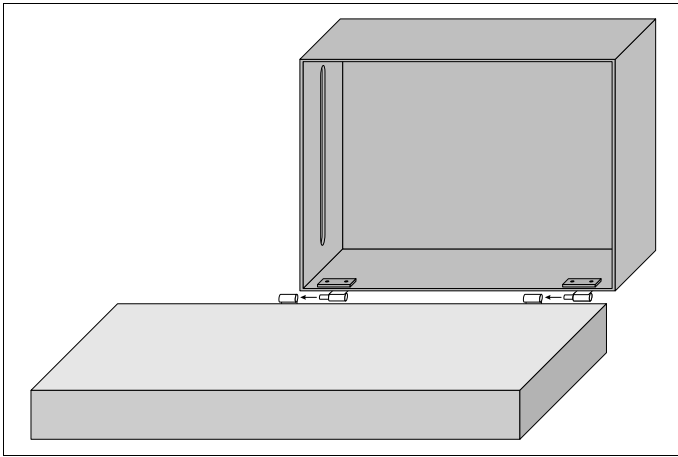

Fig. 13
Für die Aufbauten zur Herstellung von Hologrammen: Abdeckhaube ③ an der Laseroptik-Grundplatte entsprechend Fig. 13 befestigen, um den Experimentierbereich während der Belichtung vor Konvektion zu schützen.
For assemblies for creating holograms: attach the cover ③ to the laser optics base plate as shown in Fig. 13 to protect the experiment zone from convection during exposure.